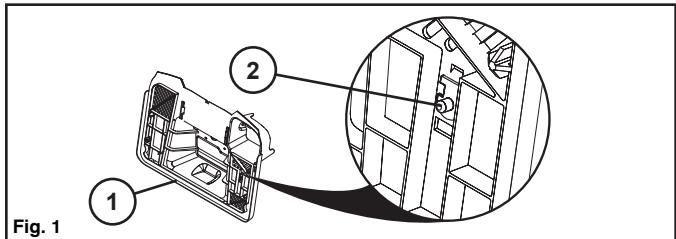

Fig. 1
- Stå bakom traktorn med påsen avlägsnad från den bakre plåten (1), och identifiera omkopplaren för påsen-full (2). (se Fig 1)
- Finn bryterområdet for full oppsamlerpose (2) mens du står bak traktoren og oppsamlerposen er fjernet fra bakveggen (1). (Se fig 1)